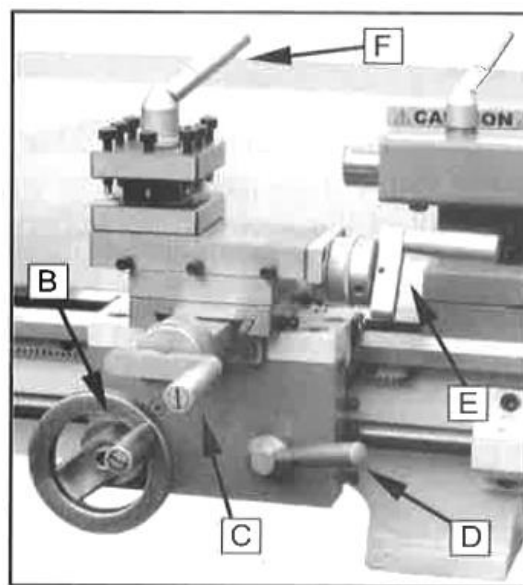

Рис. 11
5. Маховик продольного перемещения (В, рис. 11)
6. Рычаг поперечного переключения (С, рис. 11)
7. Рычаг зацепления с гайкой (D, рис. 11)
8. Рычаг переключения верхних ползунков (Е, рис. 11)
9. Рычаг зажима стойки инструмента (F, рис. 11)